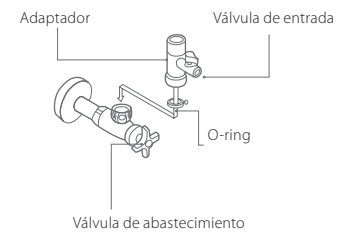

Figura 5.
Posteriormente, enróscalos a la válvula de abastecimiento de agua (ver Figura 5).
**Nota:** Asegúrate de colocar el o-ring como se muestra en la Figura 5 para evitar fugas. Igualmente, puedes colocar suficiente cinta teflón en donde se requiera.